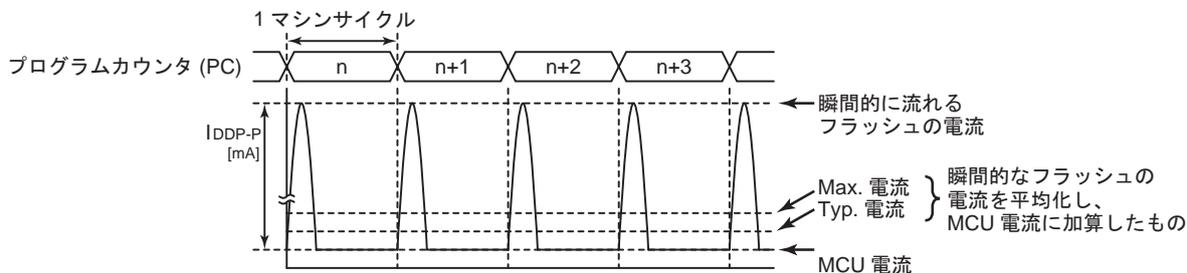

図 25-4 フラッシュメモリの間欠動作
- 注 7) フラッシュメモリでプログラムが動作しているとき、またはフラッシュメモリからデータをリードしているとき、フラッシュメモリは間欠動作を行いますので、瞬間的に図 25-4 のようなピーク電流が流れます。よってこの場合の電源電流  $I_{DD}$  (NORMAL1/2, SLOW1 モード時)は、ピーク電流を平均化した電流値と MCU 電流の和となります。